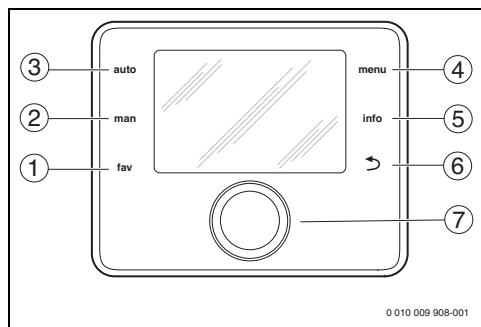

Fig. 1 Eléments de commande
- ▶ Enfoncer puis tourner le bouton de sélection (→ fig. 1, [7]) jusqu'à ce que l'affichage passe de la zone de ventilation au circuit de chauffage ou inversement.